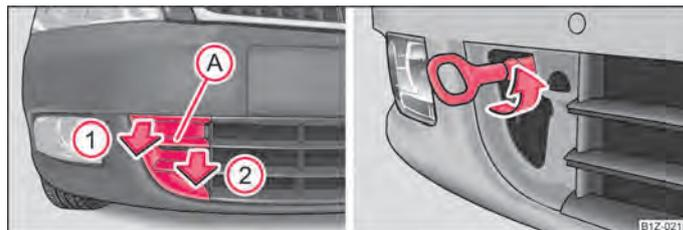

Fig. 173 Párachos da frente: Grade de protecção / montagem do anel de reboque
- Introduza os dedos na abertura **A** ⇒ Fig. 173.
- Aperte manualmente o anel de reboque para a esquerda até ao batente ⇒ Fig. 173 - à direita e aperte bem. Para o aperto, recomendamos que utilize p. ex. a chave de rodas, o anel de fixação de outro veículo ou um objecto semelhante, que possa passar pelo anel.
- Enrosque, manualmente, o anel de reboque para a esquerda, até ao batente ⇒ Fig. 173 - à direita, e aperte-o tanto quanto possível.
- Enrosque, manualmente, o anel de reboque para a esquerda, até ao batente ⇒ Fig. 173 - à direita, e aperte-o tanto quanto possível. Para o aperto, recomendamos que utilize p. ex. a chave de rodas, o anel de fixação de outro veículo ou um objecto semelhante, que possa passar pelo anel.